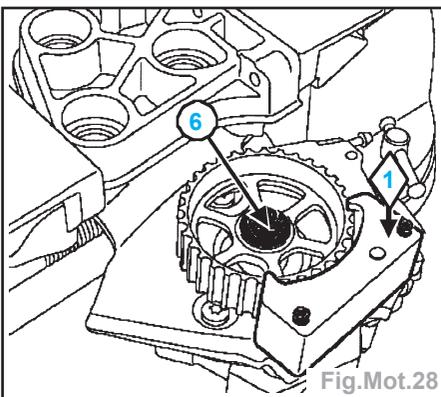

Fig.Mot.28
- Mettre en place l'outil Mot. 1668 (1) (Fig. Mot.28).